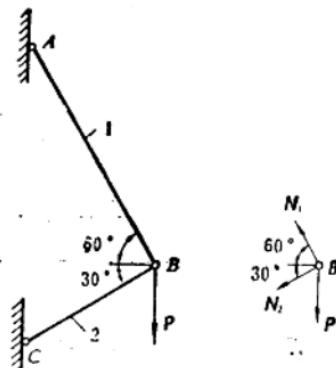

图 1.15
1.15 图1.15所示结构，杆AB为5号槽钢，许用应力 $[\sigma]_1 = 160 \text{ MPa}$ ，杆BC为 $h/b = 2$ 的矩形截面长杆，其截面尺寸为 $b = 5 \text{ cm}$, $h = 10 \text{ cm}$ ，许用应力 $[\sigma]_2 = 8 \text{ MPa}$ ，承受载荷 $P = 128 \text{ kN}$ ，试：① 校核结构的强度；② 若要求两杆的应力都达到各自的许用应力，两杆的截面尺寸应取多大？